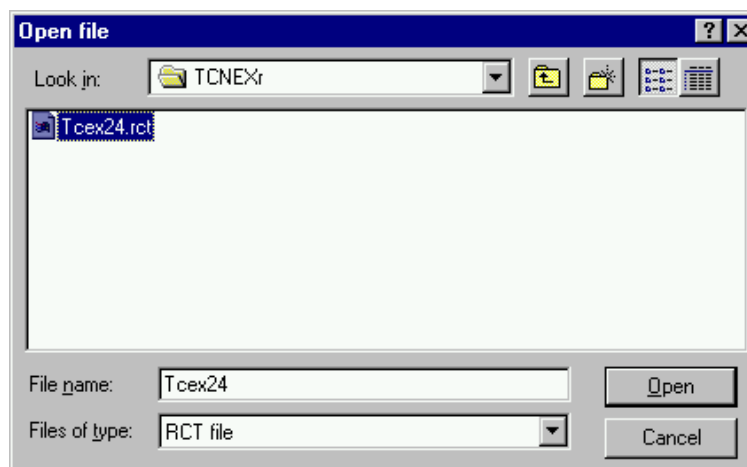

图 10-19. “打开文件”窗口: 从一个\*.RCT 文件中读取 REACTOR 工作空间。
**注意:** 在 Windows NT/2000/XP 和 Windows 95/98/ME 的工作环境下, 如图 10-19 所示, 如果在这个命令之后没有给出文件名或文件名路径不正确, 在屏幕上将会跳出一个 **打开文件**窗口, 以使得用户正确地指定路径(在**寻找**工具箱中)和文件名(在 **文件名**工具箱中)。文件类型(即, RCT, 在**文件类型**工具箱中)不能被改变。点击**打开**按钮, 程序从指定的、之前保存的\*.RCT 文件打开 REACTOR (和 POLY3/GES5)工作空间来继续进行下去。用户也可以取消这种**打开文件**的对话框, 这样一来程序就不会打开之前保存过的 REACTOR (和 POLY3/GES5)工作空间。